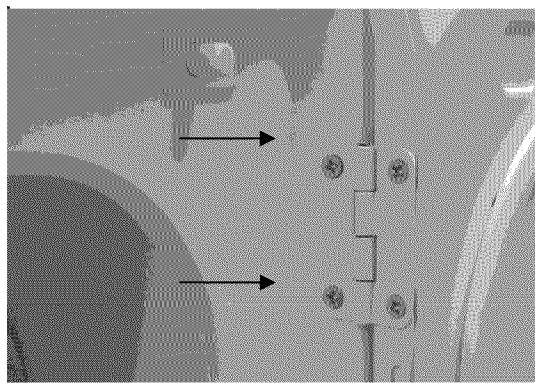

Figure 2
2. Détendez les quatre (4) vis qui tiennent la charnière au Panneau Frontal. (Figure 2). Pour de meilleurs résultats, enlevez seulement une des vis. Enlevez ensuite les deux restants, entretemps prenez la porte fermement, pour éviter qu'il tombe et cause des dégâts à la charnière, le Panneau Frontal ou à la Porte. Après avoir détendu les vis restantes, enlevez les complètement.